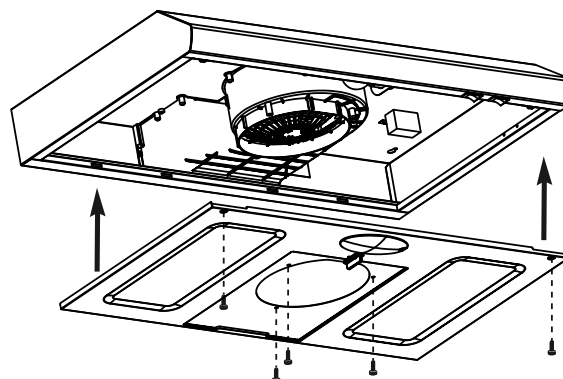

Fig. 16
- Soulever la hotte de cuisinière (A) pour la placer en dessous de l'armoire et déterminer sa position finale. Marquer l'emplacement des quatre fentes de montage en trou de serrure (1) sur la face inférieure du dessous de l'armoire.
- Mettre la hotte de cuisinière (A) de côté sur une surface protégée.
- Visser les quatre vis taraudeuses longues (AA) dans les trous pilotes. Ne pas serrer les vis jusqu'au bout – laisser dépasser la tête de vis d'environ 7 mm (0,28 po) de la surface de l'armoire.
- Soulever la hotte (A) en position en passant le câble d'alimentation et les fils électriques à travers l'ouverture d'accès électrique. Prévoir une quantité suffisante de câble pour permettre le déplacement de l'appareil lors de toute réparation si nécessaire.
- Positionner la hotte de cuisinière (A) de sorte que la partie plus large (2) des encoches en trou de serrure (1) soit placée au dessus les vis (AA). Pousser la hotte de cuisinière (A) vers le mur de sorte que les vis (AA) soient insérées dans le col (3) des encoches. Serrer les vis (AA). S'assurer que la hotte de cuisinière (A) soit solidement fixée à l'armoire avant de la libérer.
- S'il y a lieu, brancher le conduit d'évacuation à la hotte de cuisinière (A). Sceller les joints avec du ruban adhésif, en assurant un ajustement hermétique.
- Réinstaller le panneau inférieur et les filtres comme indiqué sur la figure 16.